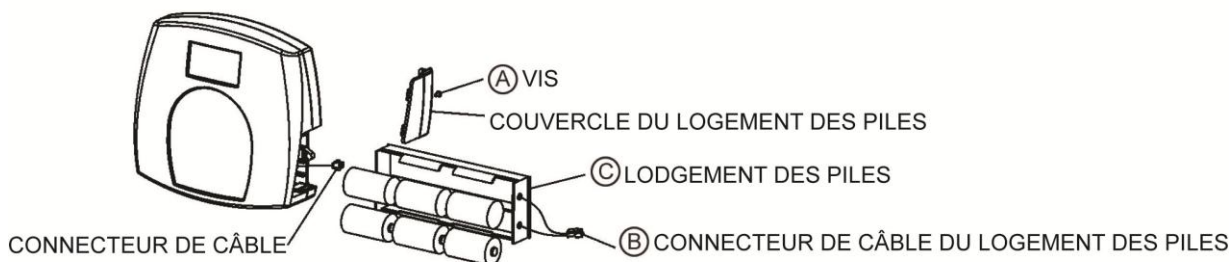

Figure 6 - Les Piles
2. Enlevez le couvercle des piles de l'ensemble écran (A) – cf. figure 6 sur la page 46.
3. Débranchez le connecteur de câble de support de piles du connecteur de piles de la balance (B).
4. Enlevez le support de piles avec précaution en le glissant hors de l'ensemble écran (C).
6. Glissez le support de piles avec précaution dans l'ensemble écran (C).